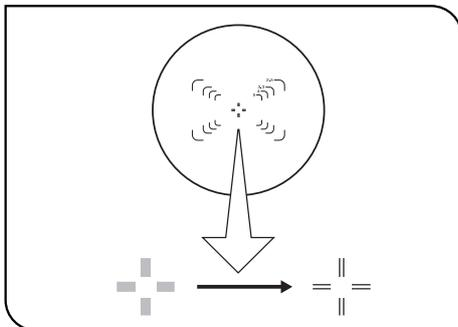

Fig. 13
1. En regardant dans l'oculaire droit avec l'œil droit, tourner la bague supérieure de l'oculaire jusqu'à séparer distinctement les double lignes du réticule dans le champ de vision. (Fig. 13)